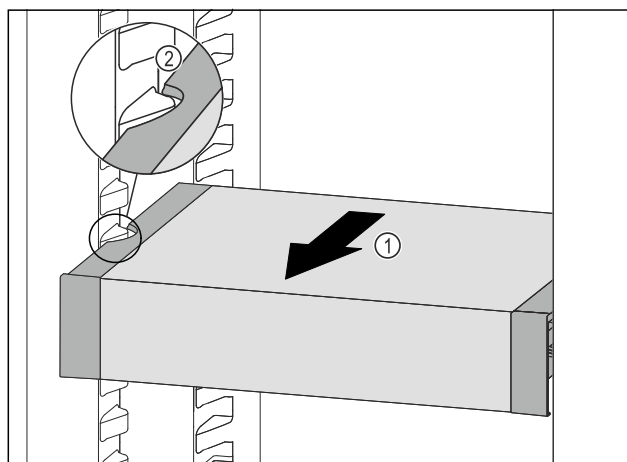

Fig. 127
- VarioSafe naar voren trekken Fig. 127 (1), tot de uitsparingen aan de zijkant van de VarioSafe zich ter hoogte van de rib in het koelgedeelte bevinden. Fig. 127 (2)